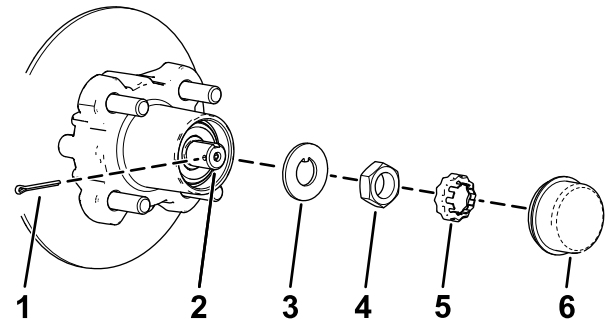
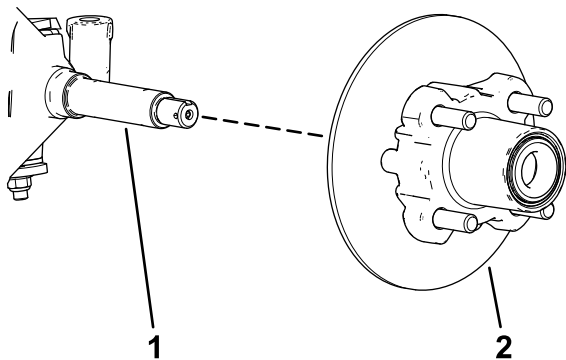

Figura 29
Figura 30
4. Retire el tapón guardapolvo del cubo (Figura 29).
5. Retire la chaveta y el retén del eje y la tuerca del eje (Figura 29).
6. Retire la tuerca del eje y separe el conjunto de cubo y rotor del eje (Figura 29 y Figura 30).